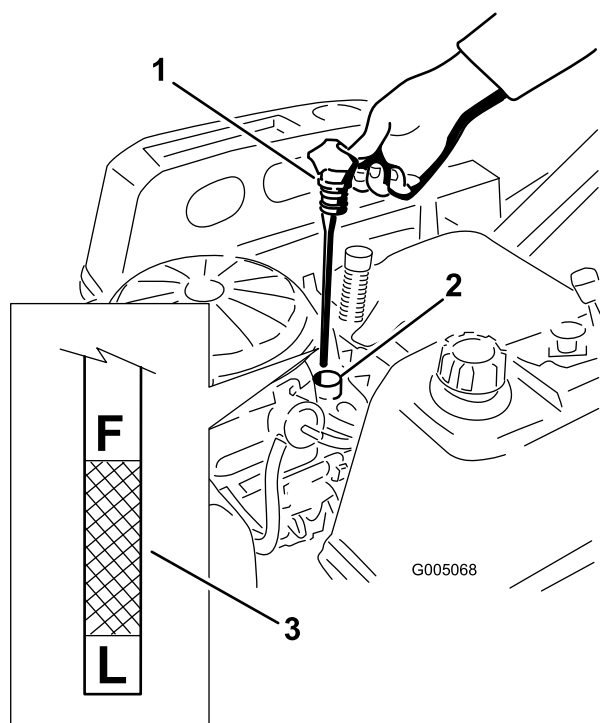

Figure 27
4. Sortez le bouchon de remplissage/jauge de niveau d'huile et l'essuyer sur un chiffon. Remettez la jauge en place en l'enfonçant au maximum (Figure 27).
5. Sortez de nouveau la jauge et contrôlez le niveau d'huile (Figure 27).
8. Tournez le robinet de vidange d'huile de 1/4 de tour dans le sens anti-horaire pour l'ouvrir et permettre à l'huile de s'écouler (Figure 29). Enlevez le bouchon de remplissage/la jauge (Figure 27).
15. Versez avec précaution environ 80 % de la quantité d'huile spécifiée dans le goulot de remplissage (Figure 27).
16. Remettez fermement en place le bouchon de remplissage/la jauge d'huile (Figure 27).
17. Vérifiez le niveau d'huile (Figure 27) (voir Contrôle du niveau d'huile).
19. Remettez fermement en place le bouchon de remplissage/la jauge d'huile (Figure 27).